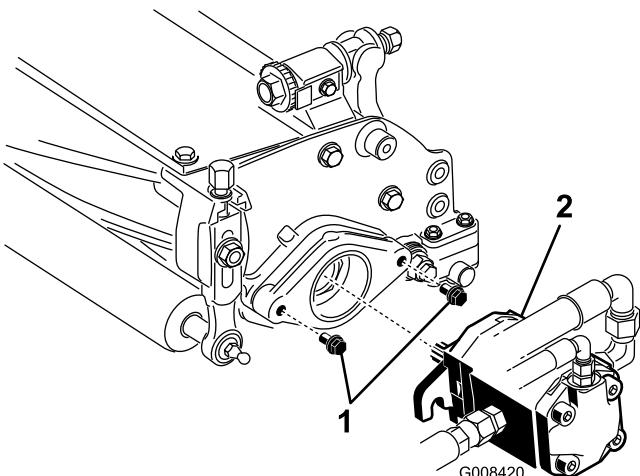

Figura 18
- Coloque os parafusos de montagem para o motor dos cilindros em cada uma das unidades de corte. Deixe uma folga de aproximadamente 13 mm em cada parafuso de montagem (Figura 18).
- Cubra o eixo do motor com massa lubrificante limpa e monte o motor, rodando-o no sentido dos ponteiros do relógio até que a folga das cavilhas do motor tenha sido eliminada. Rode o motor no sentido contrário ao dos ponteiros do relógio até que as flanges do motor cubram completamente as cavilhas (Figura 18).
- Aperte os parafusos de montagem** (Figura 18).